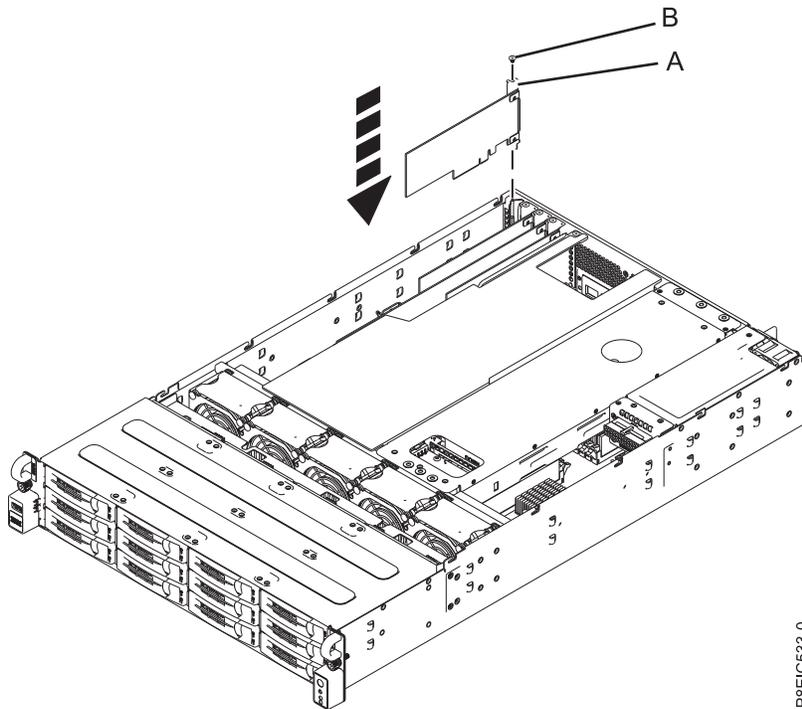

Figura 49. Sustitución de la tarjeta de módulo de supercondensador (A) y el tornillo (B)
- b. Inserte el tornillo de retención (**B**) y apriételo para fijar la tarjeta del módulo supercondensador en el sistema, tal como se indica en Figura 49 en la página 45.